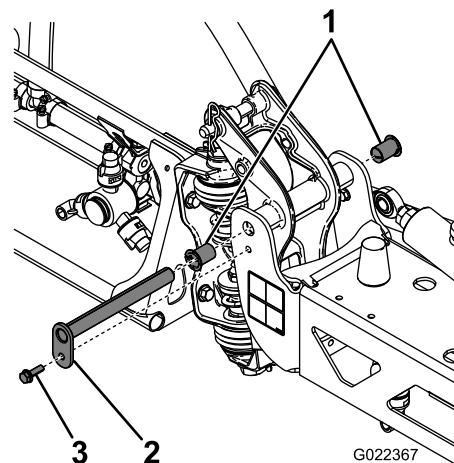

Figure 63
3. Lorsque le poids de la rampe est supporté, retirez le boulon et l'écrou qui fixent l'axe de pivot à la rampe (Figure 63).
4. Retirez le boulon et l'écrou qui fixent l'axe de pivot, et déposez l'axe (Figure 63).
6. Déposez et examinez les bagues en nylon à l'avant et à l'arrière du support de pivot (Figure 63).
7. Appliquez une petite quantité d'huile sur les bagues en nylon et montez-les sur le support de pivot (Figure 63).
8. Montez la rampe et support de pivot dans le cadre central en alignant les trous (Figure 63).